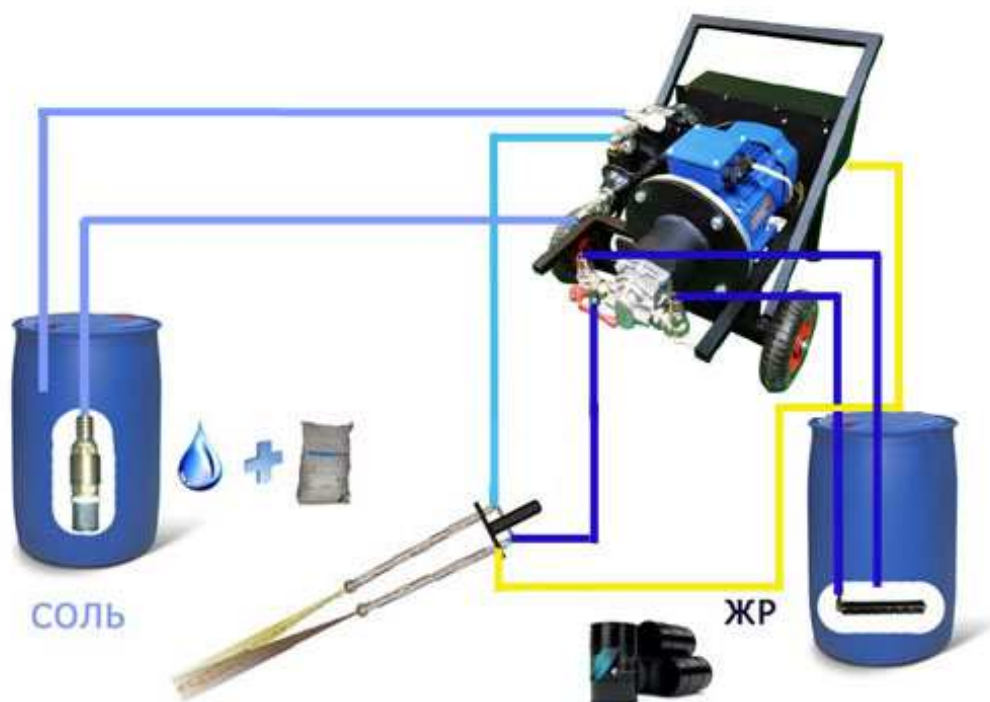

Рис.12 Подготовка и настройка установки
2.3.2. Подключите шланги согласно рис.12.